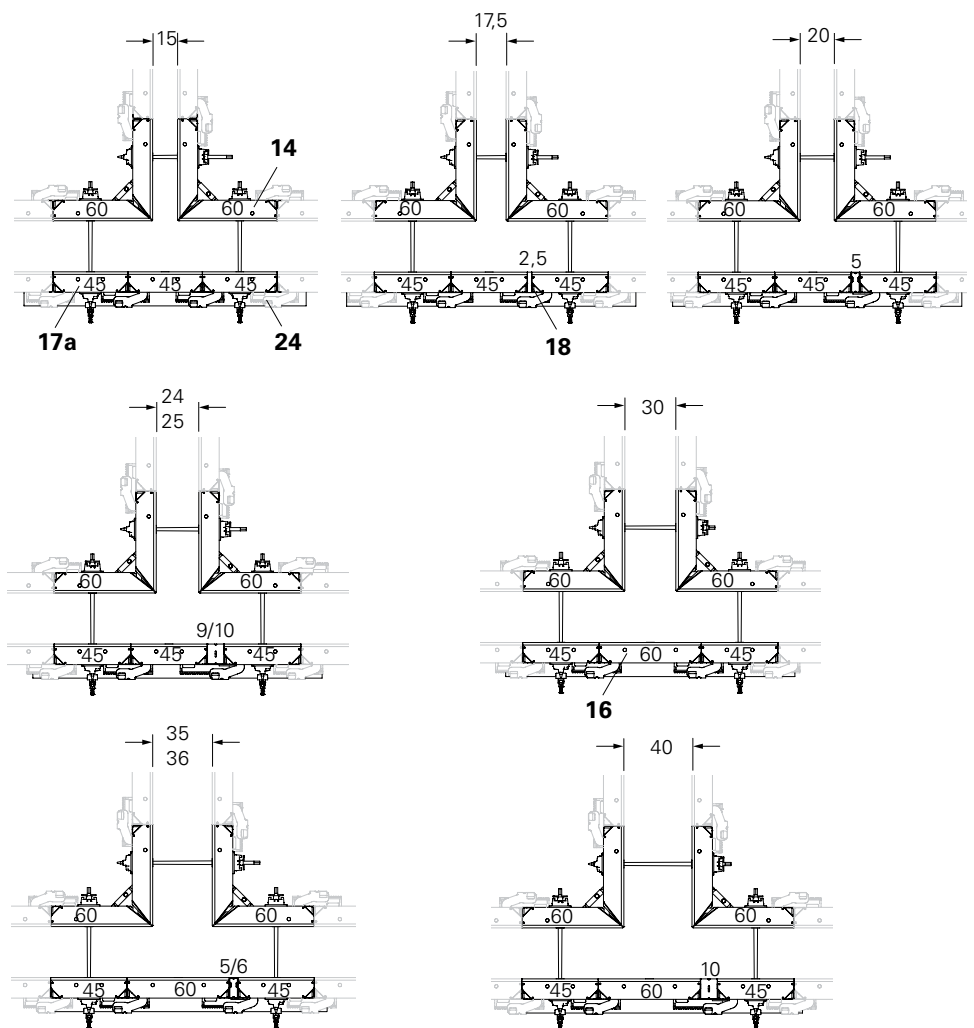
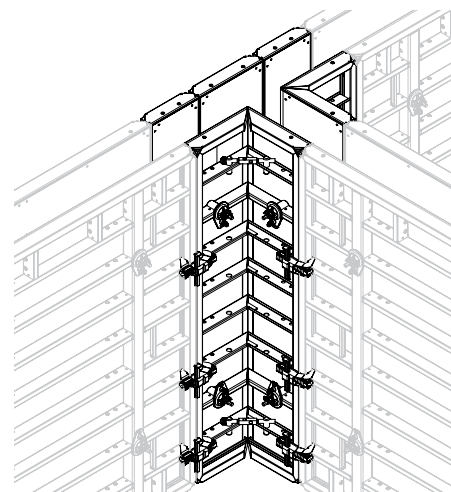

Fig. D4.01
Fig. D4.03
1. Armare la parete inter. del nodo a T con angolo inter. MXI 60 (14) (Fig. D4.03)
2. Armare il paramento contrapposto al nodo a T con MX 45 (17a) o 60 (16).
4. Approntare la comp. (18) sulla base dello spes. parete a T (Fig. D4.01)